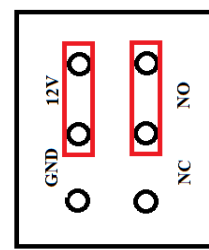

Рис.3
**Пример по рис. 3.** К световому оповещателю подключено два провода с электронной платы контрольной панели - один провод подключён к клемме GND, второй к клемме OUT 2.